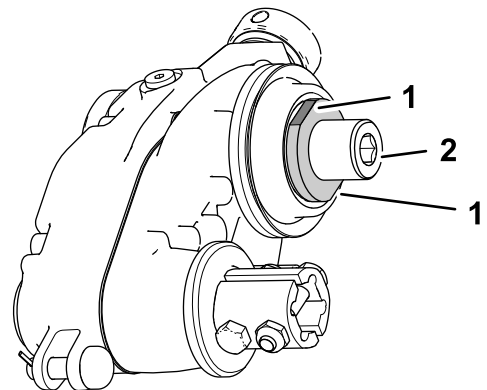

图 6
**注意** 上紧滚刀适配器和驱动箱轴扭矩时用扳手夹紧驱动箱轴搭扳手的平面在疏草刀驱动箱的内侧图 6。